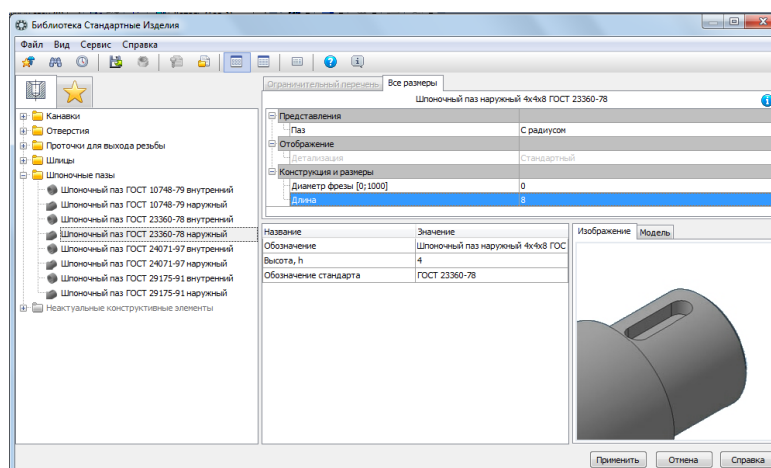

Рисунок 76.
7. После этого появится информационное окно, где будут указаны все параметры будущего шпоночного паза (рисунок 76). Необходимо изменить длину шпоночного паза. Дважды щелкните на размере **длины** и из списка выберите - **8**. Нажмите применить.